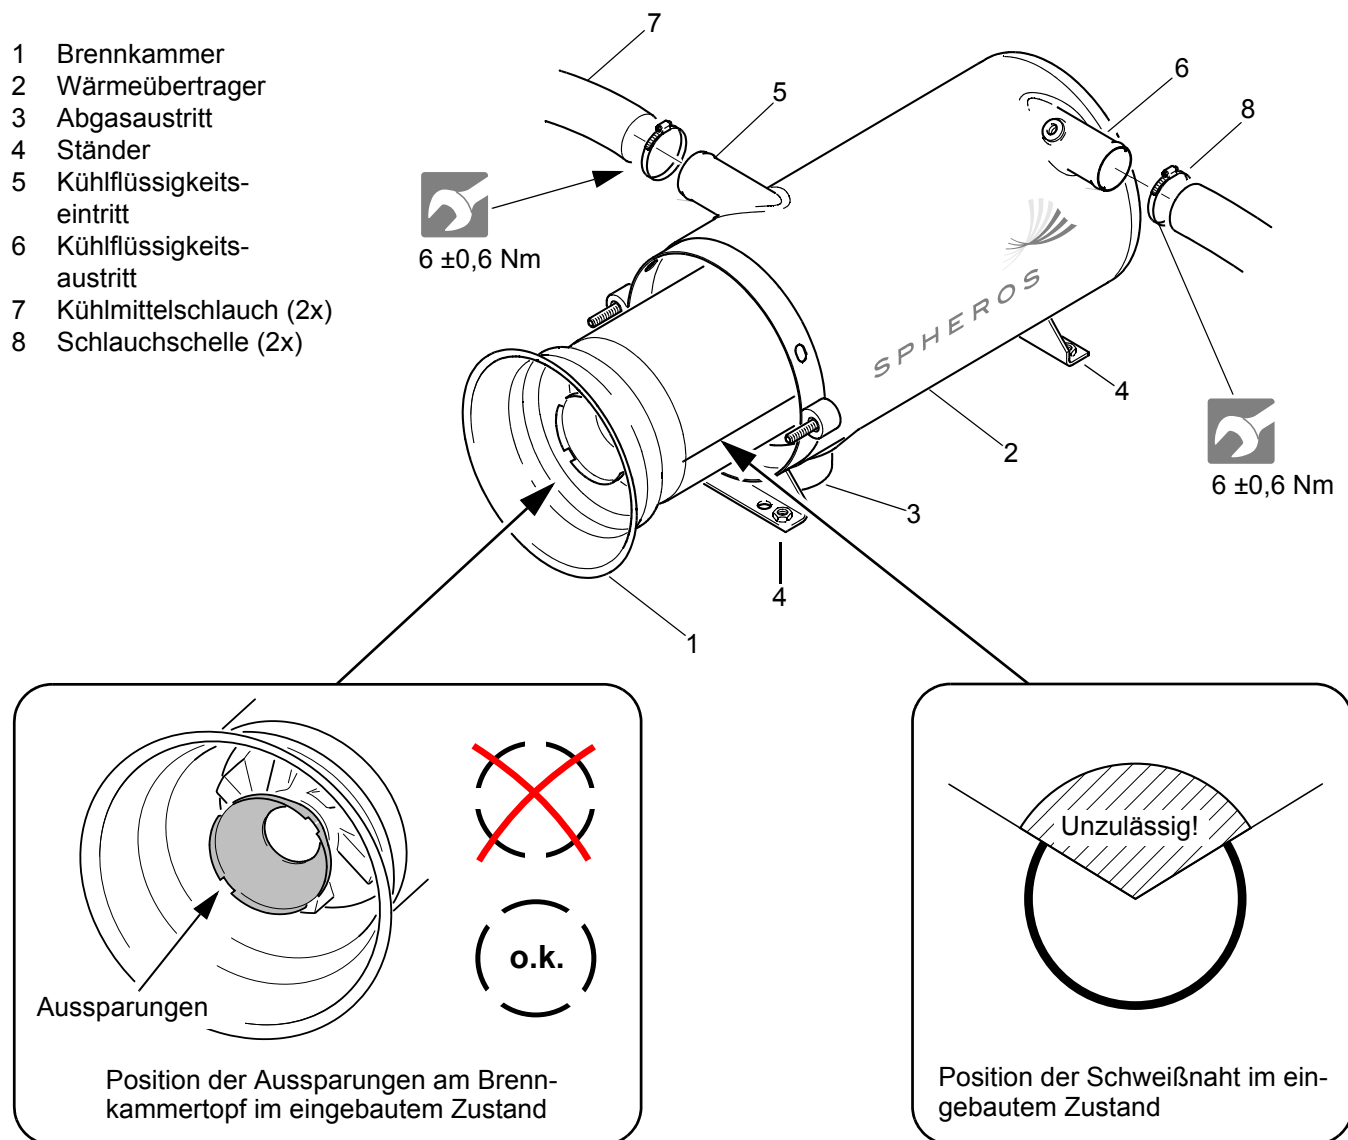

Abb. 808 Aus- und Einbau Brennkammer/Wärmeübertrager
2. Brennkammer (1, Abb. 808) aus dem Wärmeübertrager (2) herausziehen.
1. Brennkammer (1, Abb. 808) bis zum Anschlag in den Wärmeübertrager (2) schieben. Dabei auf die Lage
- Die Brennkammer so in den Wärmeübertrager einsetzen, dass sich die Schweißnaht des Brennrohres im Bereich zwischen 2 und 10 Uhr (nicht oben!) befindet (Abb. 808). Eine Veränderung dieser Position im Rahmen der Wartung ist zulässig und für die Lebenserwartung der Brennkammer günstig.
- Die Aussparungen im Topf beim Einbau der Brennkammer wie in Abb. 808 positionieren. Nachtropfender Brennstoff aus der Düse wird so in einem Reservoir zwischen Scheibe und Topf aufgefangen und verbrennt beim nächsten Brennbetrieb, statt das Heizgerät zu verschmutzen.
3. Brennkammer (1, Abb. 808) aus dem Wärmeübertrager (2) herausziehen (siehe 8.11).
4. Ggf. Spannschelle für die Abgasleitung am Abgasaustritt (3) lösen.
1. Wärmeübertrager (2, Abb. 808) in Einbaulage bringen und Ständer (4) je nach verwendeten Befestigungspunkten mit Schrauben, Muttern und Unterlegscheiben am Fahrzeug befestigen.
2. Ggf. Abgasleitung am Abgasaustritt (3) mit Spannschelle befestigen.
3. Kühlmittelschläuche auf Kühlmittleintritt (5) und -austritt (6) aufstecken und mit Schlauchschellen sichern.